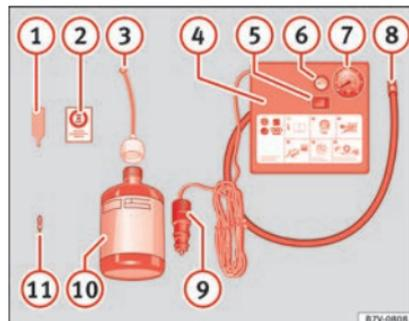

Fig. 102 Representação standard: conteúdo do kit antifuros.
O kit antifuros está localizado no compartimento da bagageira, por baixo do revestimento da superfície de carga. Inclui os seguintes componentes » **Fig. 102:**
Volte a enroscar o tubo de enchimento » Fig. 102 ⑧ e verifique a pressão de enchimento do pneu no manómetro ⑦.